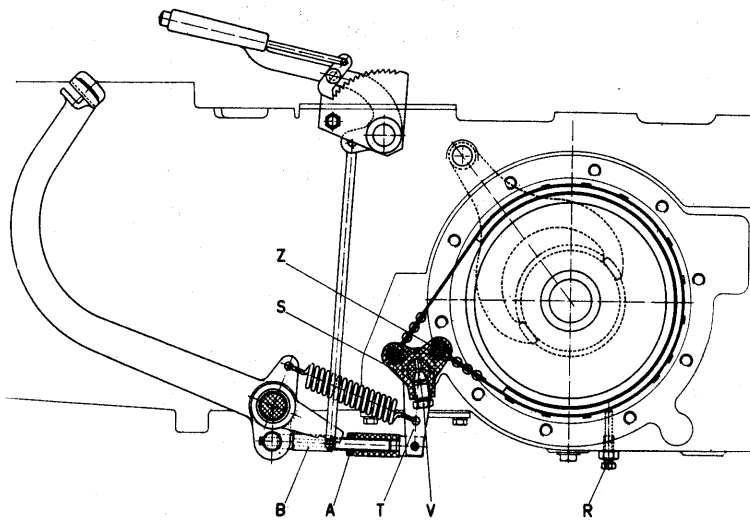

Fig. 29. Snit af bremse.
Et snit af den ene bremse er vist i fig. 29. Bemærk at låseskruen (V) skal sikres med tråd.
Forklaring som i fig. 29.